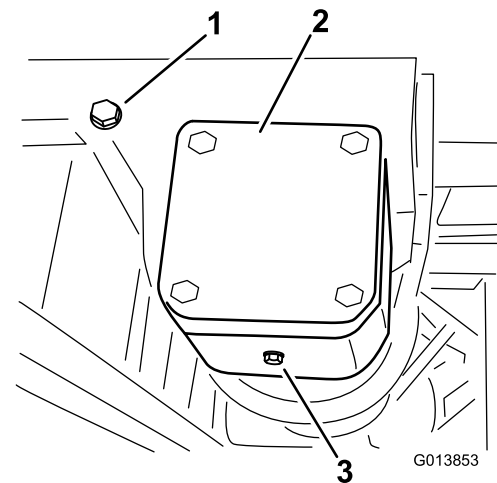

Figura 68
2. Coloque un recipiente debajo del tapón de vaciado de la caja de engranajes de la transmisión de la bomba (Figura 68).
3. Retire el tapón de llenado/nivel máximo y el tapón de vaciado (Figura 68) y deje fluir el aceite al recipiente.